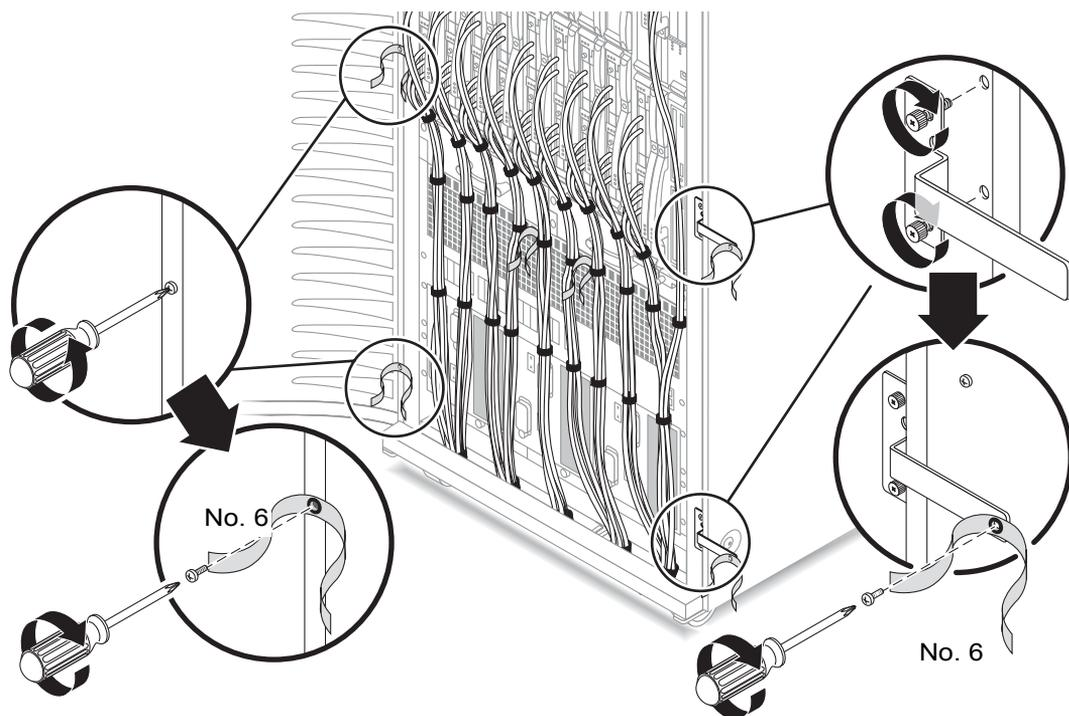

図 18-3 ケーブル管理留め具およびストラップの取り付け
3. 手順2で外したねじを使用して、2本の緑のケーブルストラップ (No. 6) を手順2で空いた穴に固定します (図 18-3)。
4. 2本のケーブル管理留め具を、キャビネットの右側の穴に固定します (図 18-3)。留め具には、脱落防止機構付きねじが付いており、手で締めることができます。
5. 付属のプラスねじを使用して、緑のケーブルストラップ (No. 6) をケーブル管理留め具の端の穴に1つずつ固定します (図 18-3)。
2. 2 つのケーブル管理留め具を、キャビネットの右側の穴に固定します (図 18-3)。留め具には、脱落防止機構付きねじが付いており、手で締めることができます。
3. 付属のプラスねじを使用して、緑のケーブルストラップ (No. 6) をケーブル管理留め具の端の穴に 1 つずつ固定します (図 18-3)。
5. ケーブル管理留め具を取り外し、今後の使用に備えて保管しておきます (図 18-3)。留め具には、脱落防止機構付きねじが付いており、手で緩めることができます。
4. ケーブル管理留め具を取り外し、今後の使用に備えて保管しておきます (図 18-3)。留め具には、脱落防止機構付きねじが付いており、手で緩めることができます。